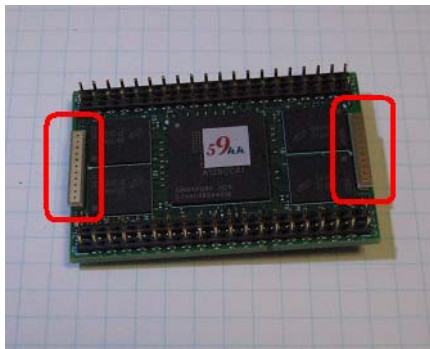

図 9.1. SD-CONF3 Bottom View
- しかしながら、図 9.1.のように、モジュールの裏側は高密度にチップ部品を実装しており、取扱いに注意して取り外さないと不用意に部品を押しつぶしたり、パターンを剥離してしまいかねません。